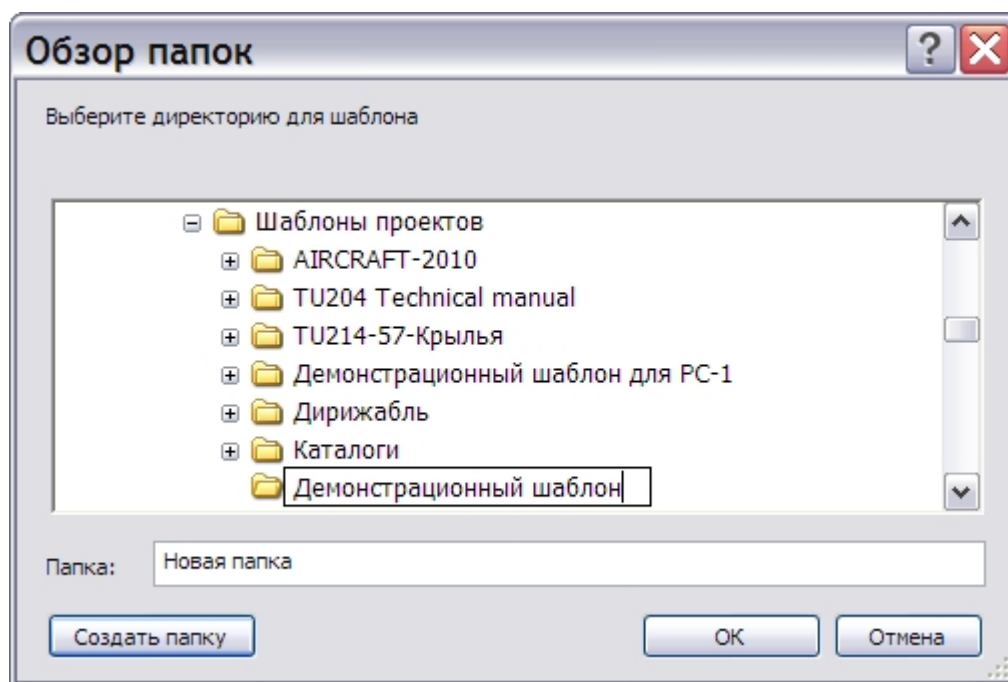

Рис. 1.21
2. В окне **Обзор папок** откройте папку, в которой будет храниться шаблон, и нажмите на кнопку **Создать папку**. При этом будет создана папка с названием «Новая папка», название папки открыто для редактирования. Введите название папки, например, «Демонстрационный шаблон» (Рис. 1.21).